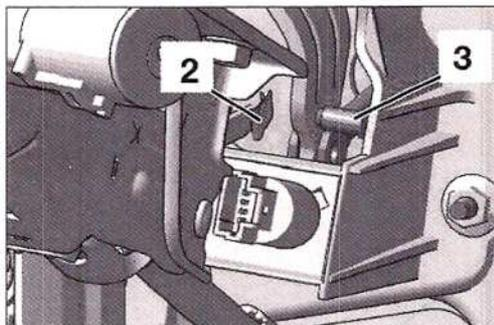

FIG. 3
- Desmontar el eje (3) desengrapando en (2) (Fig.3).